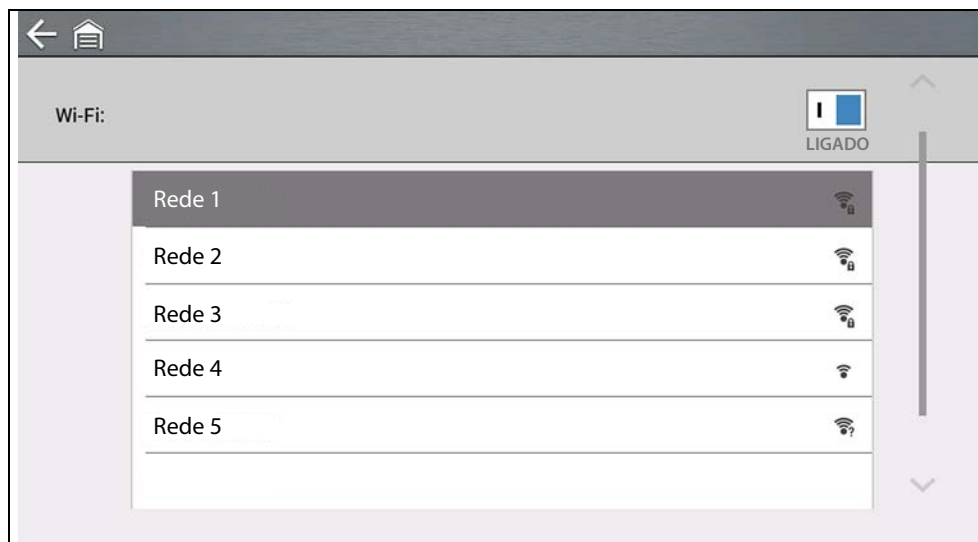

Figura 14-2
2. Para conectar, selecione sua rede entre as redes disponíveis (Figura 14-2).